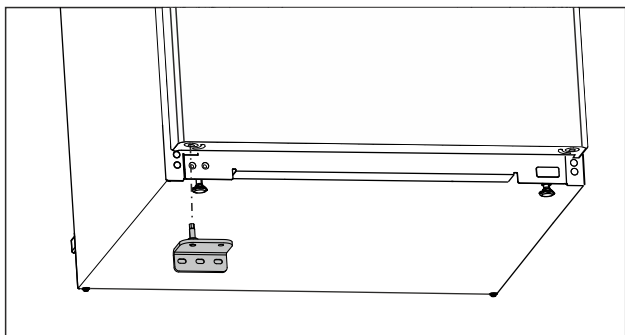

Fig. 17
- ▶ Вставте нижній опорний кронштейн із протилежного боку. (див. Fig. 17)